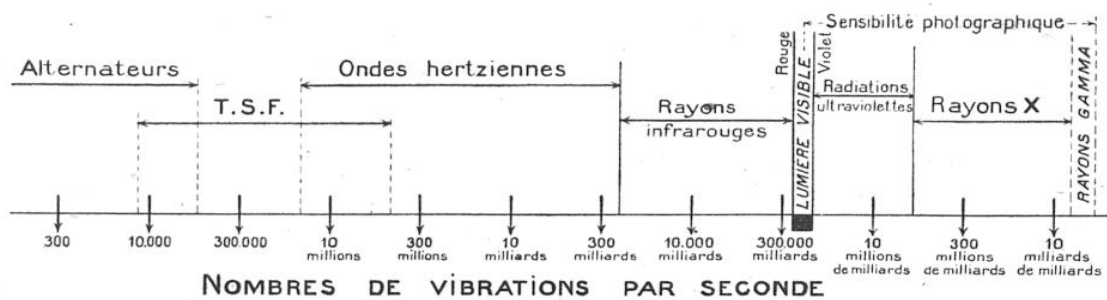

FIG. 11. — LES DIFFÉRENTES MODALITÉS DE L'ÉNERGIE RAYONNANTE
disposé au centre de la bobine ; admettons, de plus, qu'on puisse rendre les inversions du courant dix millions de millions de fois plus fréquentes. Eh bien ! nous aurons réalisé, dans l'espace commun aux deux appareils, une source de lumière jaune, émettant des ondes capables d'impressionner la rétine... Est-il bien utile de faire remarquer que la réalisation de courants aussi rapidement variables est une utopie irréalisable ? Mais il suffit d'avoir les plus élémentaires notions de T. S. F. pour se rendre compte que c'est ainsi — ou à peu près ainsi — qu'on monte un poste émetteur d'ondes hertziennes. Ce qui nous fait pressentir déjà la nature foncièrement identique de ces deux modalités du rayonnement, comme le montre plus en détail la figure 11.
Pour résumer en quelques mots les résultats qui viennent d'être rappelés, la lumière est une forme *très particulière* de l'énergie rayonnante, de nature identique à celle des ondes hertziennes, des rayons infrarouges (ou chaleur rayonnante), des radiations ultraviolettes, des rayons X et des rayons gamma, émis par les substances radioactives (fig. 11). Et l'énergie rayonnante n'est que de l'énergie électromagnétique se propageant à travers l'espace avec une vitesse, toujours la même, de 300.000 kilomètres par seconde. Ce qu'on entend par « rayon » est la trajectoire décrite par l'énergie ; quant à l'intensité du rayonnement, elle est sous la dépendance directe du maximum des valeurs des champs électrique et magnétique qui constituent l'onde, tout
3° Enfin, le rayonnement provoque des effets chimiques, et cette parenté entre l'énergie rayonnante et l'énergie chimique est si étroite que Jean Perrin s'est appuyé sur elle pour proposer une théorie séduisante (1), qui renferme une certaine part de vérité. C'est sur ces phénomènes, dits photochimiques, qu'est fondée la photographie, et, par suite, le cinématographe. C'est grâce à la photochimie que l'atmosphère reste respirable, puisque les plantes, au soleil, absorbent le gaz carbonique, le transforment en amidon et rejettent l'oxygène. Enfin, la vision elle-même est un phénomène photochimique, qui a son siège dans la rétine ; l'œil humain est aveugle pour l'immense majorité des radiations électromagnétiques (fig. 11), et, même pour la lumière visible, sa sensibilité est très inégale : maximum pour le jaune, elle s'annule pour le rouge et le violet extrêmes. A tel point que, en ce qui concerne la formation des images, le savant allemand Helmholtz a pu dire avec quelque raison que l'œil est un mauvais instrument d'optique. Mais il faut ajouter, pour sa défense, que l'œil voit les étoiles de sixième grandeur, ce qui correspond à la perception d'une énergie tellement minime que, si elle était absorbée par un milligramme d'eau, l'opération devrait se poursuivre pendant deux mille siècles pour que la température de ce milligramme d'eau s'élevât d'un degré !